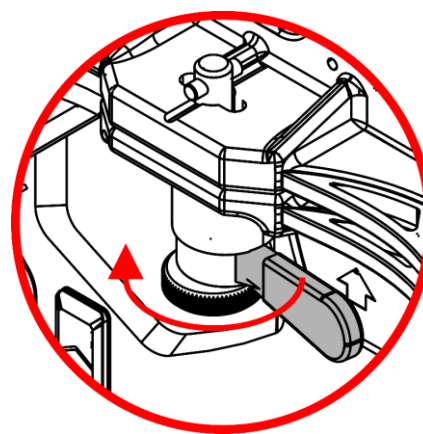

Fig. 27
- 04) Gire la **palanca (C)** en sentido horario para inmovilizar el **mecanismo de bloqueo (03)** como se muestra en las Fig. 27 y 28.